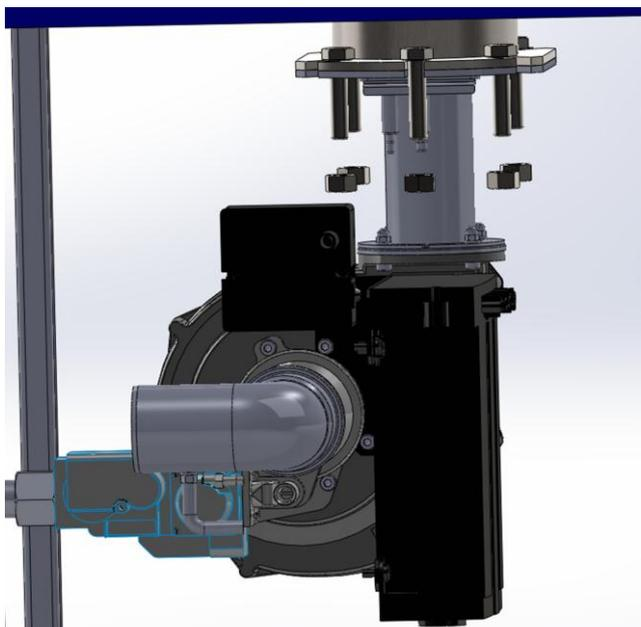

Figura 1
- Il collegamento dell'acqua di alimento può essere eseguito anche utilizzando un tubo flessibile con diametro pari a quello dell'ingresso della pompa acqua, come indicato in figura 1 **è importante prevedere l'installazione di un filtro acqua e di una valvola di non ritorno prima di collegarsi al generatore.**
- 3- Smontare i dadi di serraggio del bruciatore (figura 1)